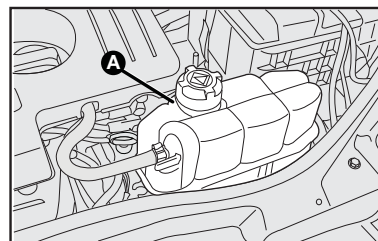

fig. 5
**LÍQUIDO DO SISTEMA DE ARREFECIMENTO DO MOTOR - A-fig. 5**